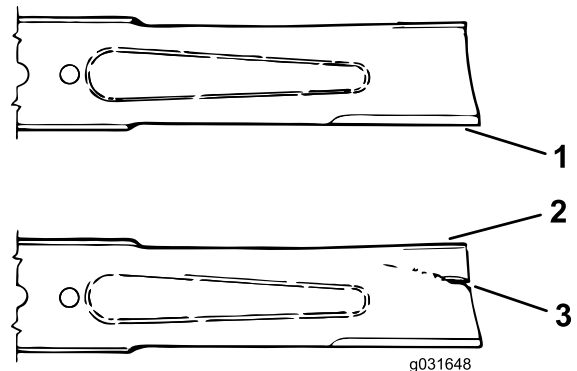

图 71
3. 仔细检查刀片的剪草端特别是刀片平面和曲面交接的部分(图 71)。